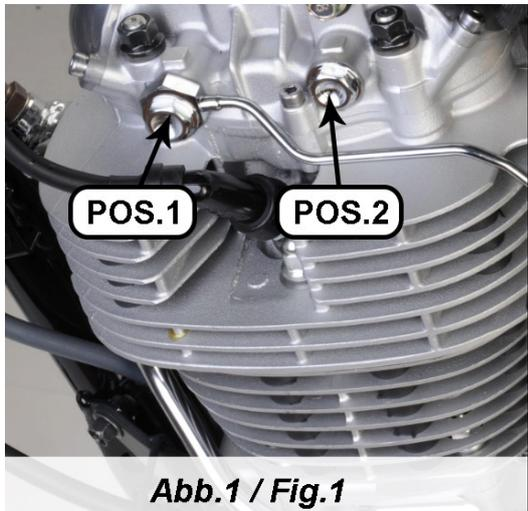
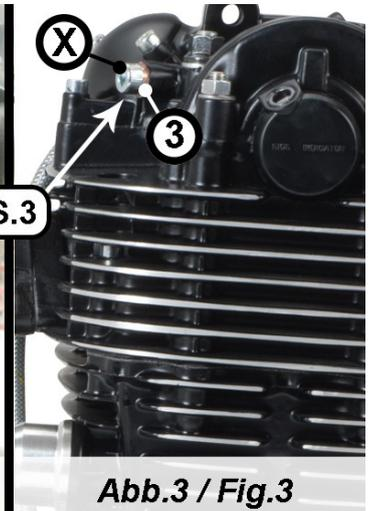

Abb.1 / Fig.1
Abb.3 / Fig.3
- DE** **Abb.1:** Anschlusspunkte 1 & 2, die von der Direktschmierung wiederverwendet werden.
- EN** **Fig.1:** Connection points 1 & 2 reused by the twin feed oil line.
- DE** Nach leichtem Lösen der Überwurfmutter (**Abb.1**) ist der 90° Anschluss schwenkbar. Abschließend den oberen Schlauchanschluss den Anbauverhältnissen entsprechend ausrichten (**Abb.2**) und die Überwurfmutter des 90° Winkels festziehen (**Abb.3**).
- EN** After slightly loosening the union nut (**Fig.1**), the 90° connection can be swivelled. Finally, align the upper hose connection according to the mounting conditions (**Fig.2**) and tighten the union nut of the 90° angle (**Fig.3**).